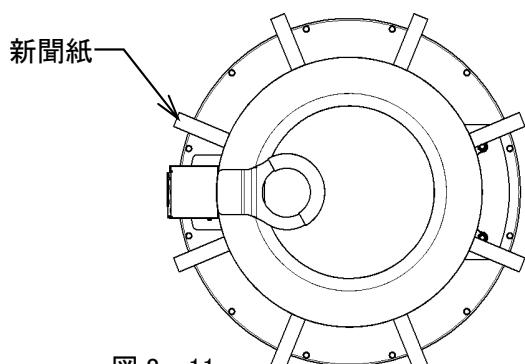

図 8-11
- ・ その紙を(図 8-11)の様にドアパッキンとドア口金の間に挟み、ドアを閉めます。この時、水分は十分拭取られ、しばらくドアを開放し乾燥されていなくてはなりません。